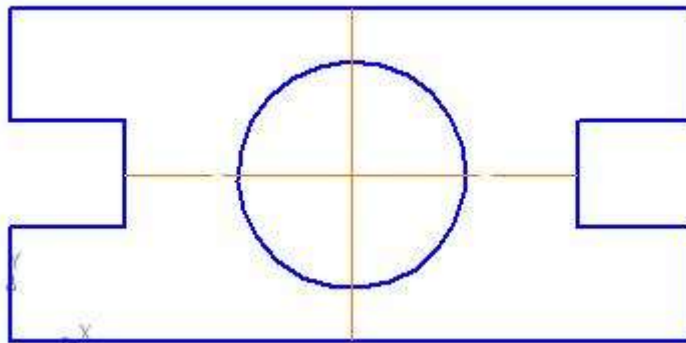

Рис. 3.25
- Проверьте правильность построения (рис. 3.25).